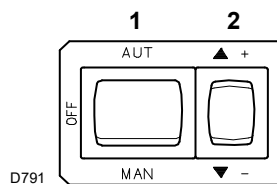
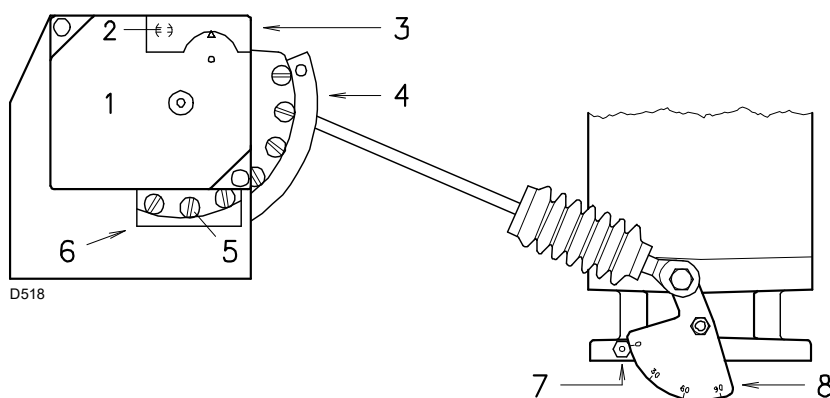
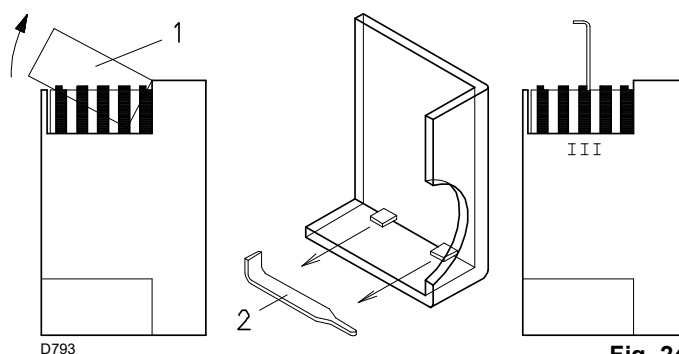

Fig. 22
Fig. 23
Fig. 24
Chiudere i telecomandi e mettere l'interruttore 1)(Fig. 22) in posizione "MAN".
Premere ora il pulsante 2)(Fig. 22) "aumento potenza" e tenerlo premuto fino a quando il servomotore ha aperto la serranda aria e la farfalla del gas a 90°.
Variare in progressione il profilo finale della camma 4)(Fig. 23) agendo sulle viti della camma che compaiono all'interno dell'apertura 6)(Fig. 23).
Legenda (Fig. 23)
Premere il pulsante 2)(Fig. 22 a pag. 24) "diminuzione potenza" e tenerlo premuto fino a quando il servomotore ha chiuso la serranda aria e la farfalla del gas a 20° (regolazione fatta in fabbrica).
- Se bisogna diminuirla, ridurre un poco l'angolo della camma III (Fig. 24) con piccoli spostamenti successivi, cioè portarsi dall'angolo 20° a 18° - 16°....
- Se bisogna aumentarla, premere un poco il pulsante "aumento potenza" 2)(Fig. 22 a pag. 24) (aprire di 10-15° la farfalla del gas), aumentare l'angolo camma I I I (Fig. 24) con piccoli spostamenti successivi, cioè portarsi dall'angolo 20° a 22° - 24°....
Per l'eventuale regolazione della camma I I I, togliere il coperchio 1), inserito a scatto (Fig. 24), estrarre l'apposita chiavetta 2) dal suo interno ed inserirla nell'intaglio della camma I I I.
Variare in progressione il profilo iniziale della camma 4)(Fig. 23) agendo sulle viti della camma che compaiono all'interno dell'apertura 6)(Fig. 23).
Premere un poco il pulsante 2)(Fig. 22 a pag. 24) "aumento potenza" in modo che una nuova vite 5)(Fig. 23) appaia all'interno dell'apertura 6)(Fig. 23), regolarla fino ad ottenere una combustione ottimale.
Spegnere il bruciatore agendo sull'interruttore 1)(Fig. 22 a pag. 24), posizione OFF, svincolare la camma a profilo variabile mettendo in posizione verticale l'intaglio 2)(Fig. 23) dal servomotore.